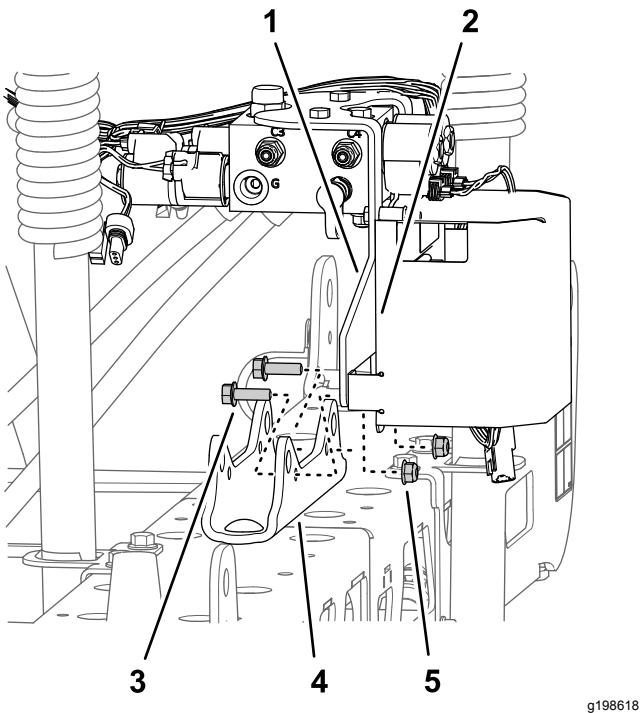

Bild 44
- Maschinen mit der optionalen Nivellierung für den Ultra Sonic Boom:** Entfernen Sie die zwei Sicherungsbundmuttern (5/16") und die zwei Bundkopschrauben (5/16" x 1"), mit denen die Stützhalterung für den Abschnitthubverteiler und die TEC-Steuergeräthalterung an der Zylinderbefestigung befestigt ist, und nehmen Sie den Verteiler und die Halterung von der Zylinderbefestigung ab (Bild 44).